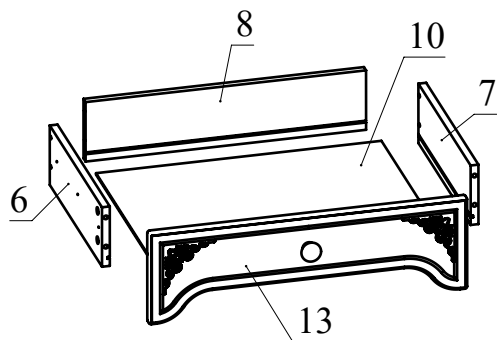

Рис.6
6. Соберите большой ящик. Для этого соедините детали 6 и 7 с деталью 8 при помощи конфирматов. Вставьте дно ящика 10 из ДВП в пазы деталей 6, 7, 8. Соедините деталь 13 с полученной конструкцией и затяните головки минификсов (Рис. 6). Маленькие ящики собираются аналогично. В качестве фасада используется деталь 14.